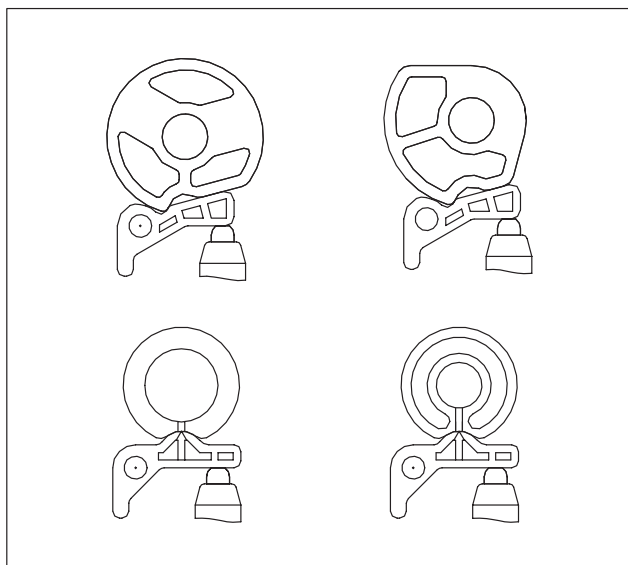

Abb. 4 Ausrichten der Schaltscheiben
- ❶ Schaltscheibe austauschen und zusammen mit Schalter und Grundplatte bei geschlossenem Schutz ausrichten (Abb. 4).